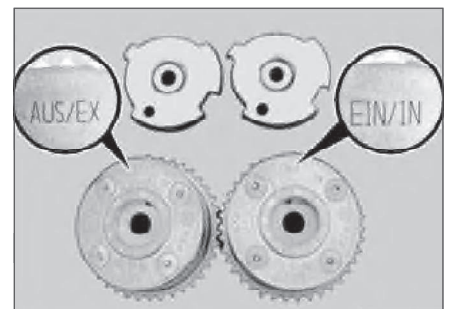

Рис. 7.123. Маркировка исполнительных узлов
- Исполнительные узлы системы «D-VANOS» имеют маркировку (рис. 7.123), при установке не путать их местами. Впускной исполнительный узел имеет маркировку «VANOS AUS/EX». Выпускной исполнительный узел имеет маркировку «VANOS EIN/IN».